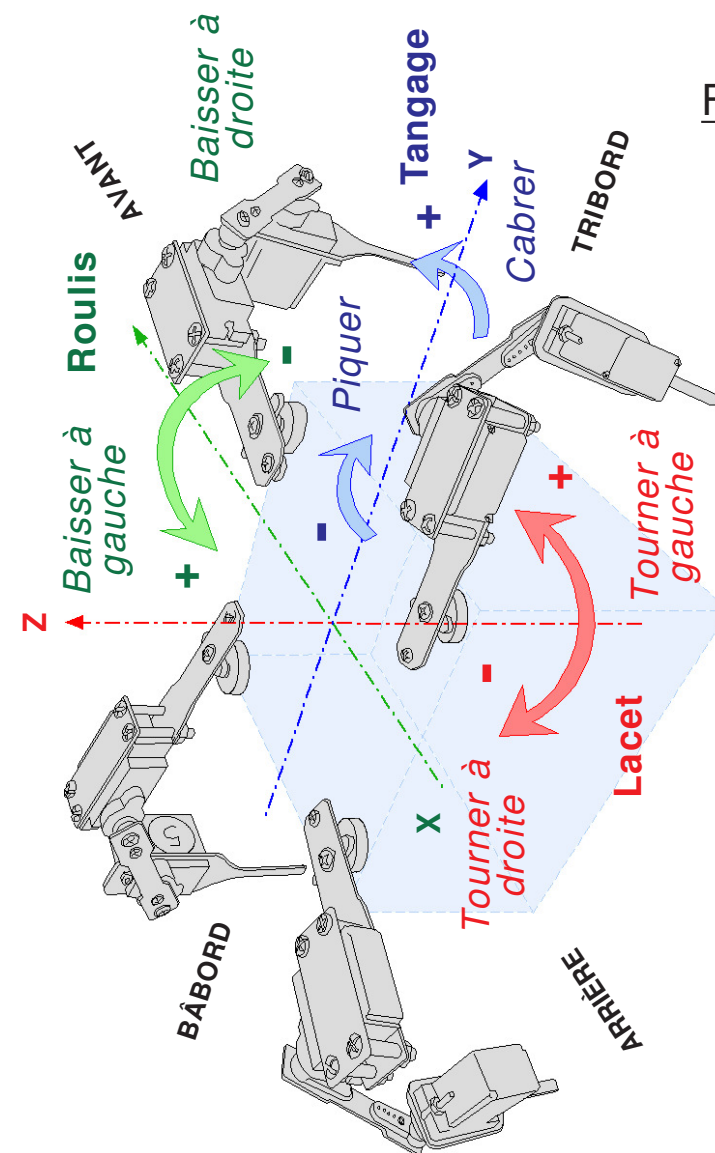

Fig.2
Comme le montre la Fig.2 le capteur à ultrasons HC-SR04 présente un angle d'ouverture trop important (*Cône d'environ 45 degrés*) qui interdit une analyse fine et ne permet pas réellement de différencier la forme des objets situés dans le champ du balayage.
Le niveau **HIGH** ou **LOW** de la ligne **SDA** doit être maintenu stable pendant le niveau **HIGH** sur la ligne **SCL** servant à déclencher la lecture successive des bits du protocole de dialogue. (*Voir la Fig.2*)
- **Les angles en référence d'un mobile :** (*Voir la Fig.2*)